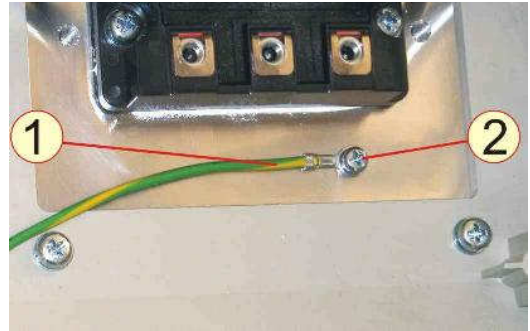

Рис.7.30
7.17.4 Закрепить наконечник (без маркировки) заземляющего провода 1 винтом 2 (рис.7.30), если провод был снят.